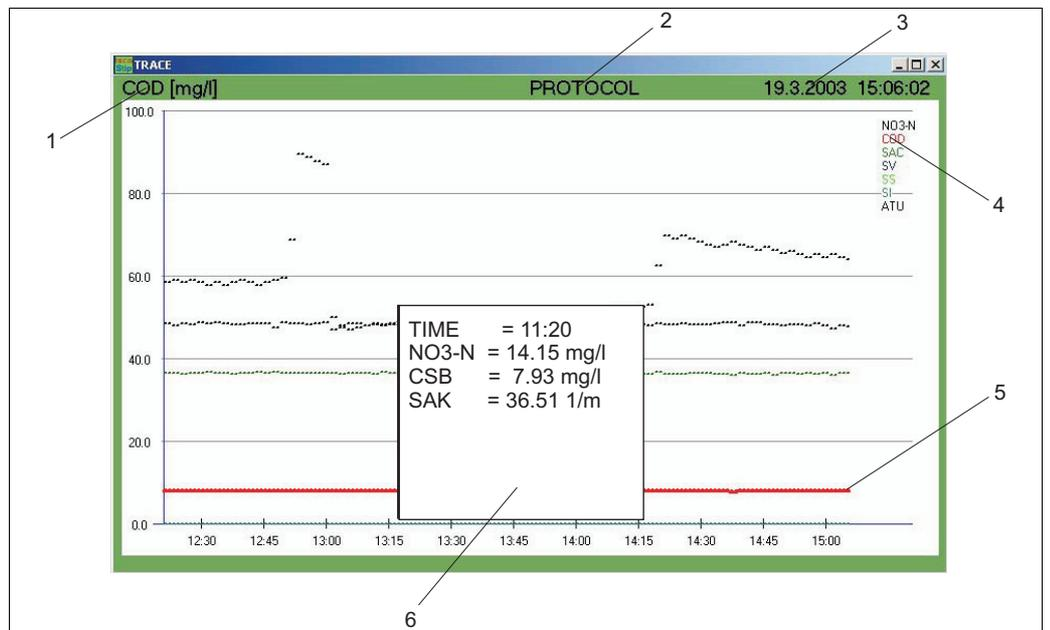

Fig. 29: Curva attuale
1. Fare clic sul parametro (pos. 1, fig. 29).
Fare clic su PROTOCOLLO (pos. 2, fig. 29) per visualizzare il registro giornaliero.
La data e l'ora sono visualizzate nella barra del menu (pos. 3, fig. 29).
I parametri di misura selezionati sono visualizzati in pos. 4, fig. 29. Per identificare le curve associate si utilizzano dei colori (pos. 5, fig. 29).
Fare clic nel grafico lungo l'asse X. I valori misurati sono quindi visualizzati in una finestra (pos. 6, fig. 29) in base all'ora.